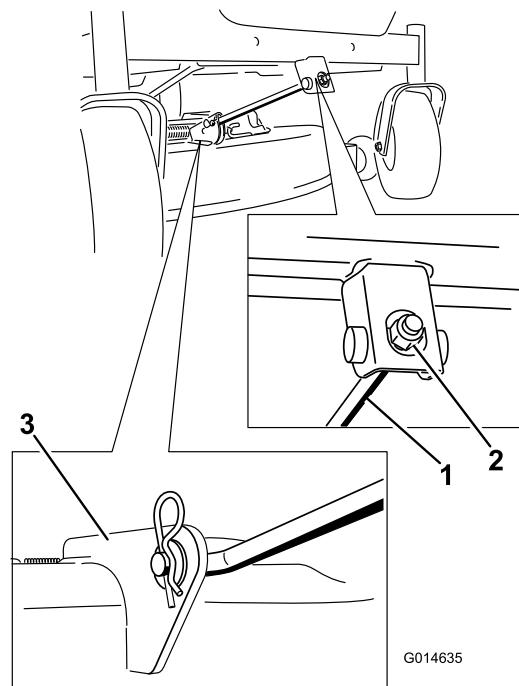

Figure 58
4. Retirez la goupille fendue de la tige de support avant et déposez la tige du support de tablier (Figure 58).
6. Fixez la tige de support avant au tablier de coupe à l'aide de l'axe de chape et de la goupille fendue (Figure 58).